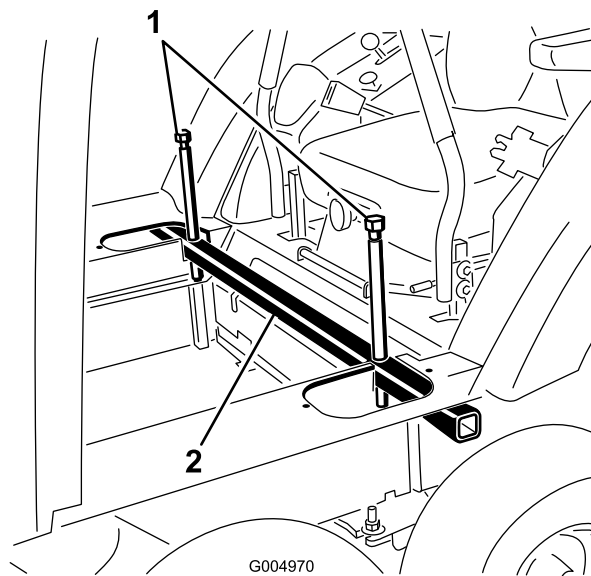

図 116
39. ジャッキボルトをゆるめて、キャブのフロアにある切込み部からジャッキチューブを取り外す 図 116。